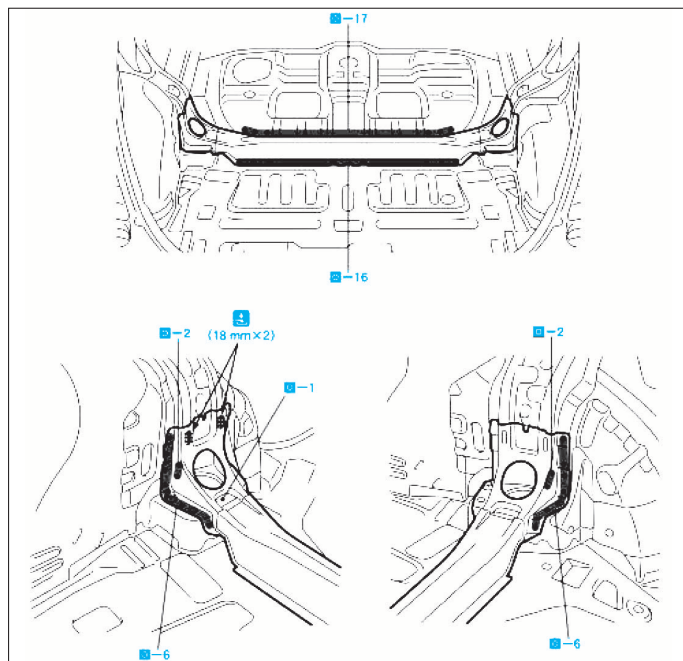

FIG. 38
- Après la soudure (Fig.38), appliquer de la mousse en polyuréthane sur les pièces correspondantes.